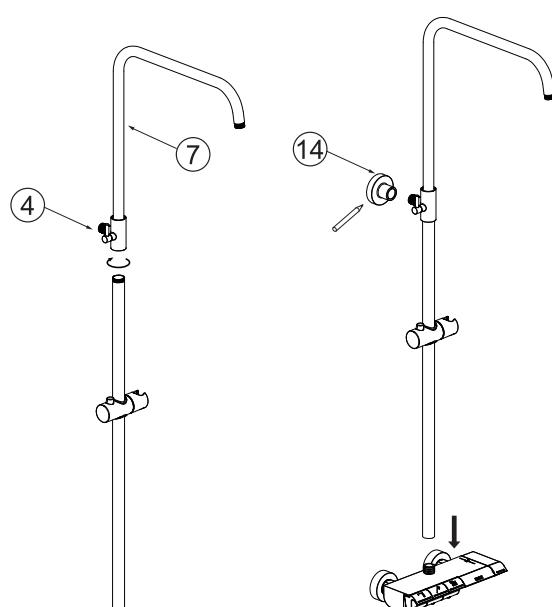

Abbildung 4
- b) Verbinden Sie das Rohr des Überkopfarms mit der Steigschiene (Abbildung 4).